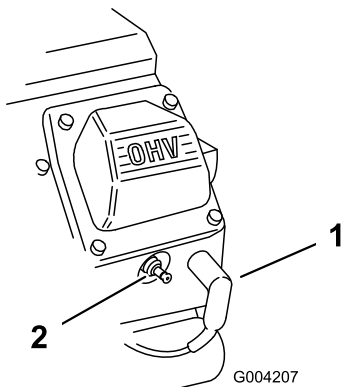

Figura 47
2. Trageți cablurile bujiilor (Figura 47).
3. Împingeți cablurile pe bujii (Figura 47).